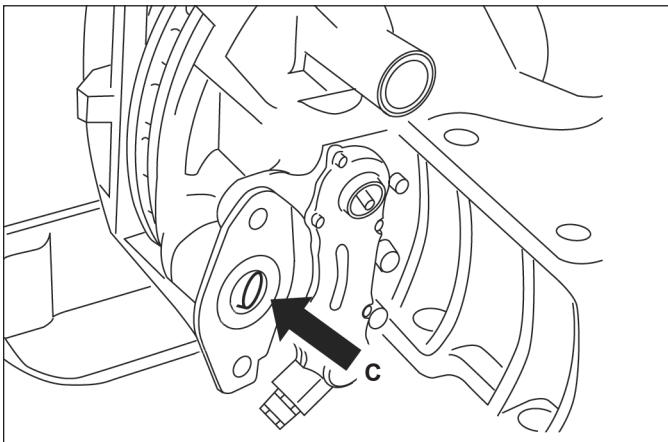

Figure 45 – Montage du frein à ressort
- 5.4.14 Remontage. Avant de monter le récepteur de freinage, nettoyer et vérifier le flasque de l'actionneur (cf. Figure 45, flèche « C »). Consulter le guide du véhicule. Lubrifier la coupelle sphérique du levier (19) avec de la graisse blanche (code-article II14525 ou K021964). Ajouter de la graisse sur le joint en caoutchouc du récepteur.